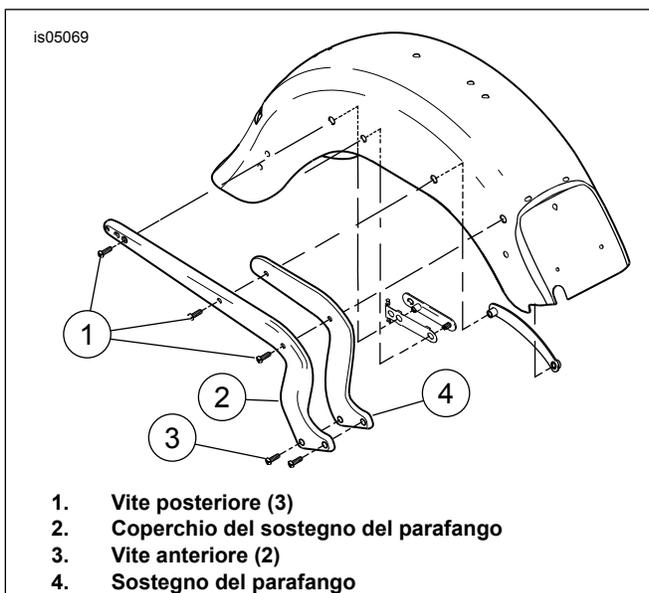

Figura 4. Viti del sostegno del parafrangente e coperchio del sostegno del parafrangente
6. Vedere Figura 4. Rimuovere le tre viti posteriori (1) dal coperchio del sostegno del parafrangente (2) e sostegno del parafrangente.